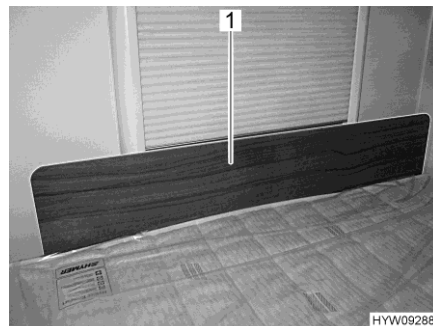

Bild 78 Schutzblende/Herausfallschutz
- Schutzblende (Bild 78,1) vor dem Fenster zwischen Matratze und Fensterrahmen stecken. Die Klemmwirkung der Matratze hält die Schutzblende in ihrer Position vor dem Fensterrahmen.